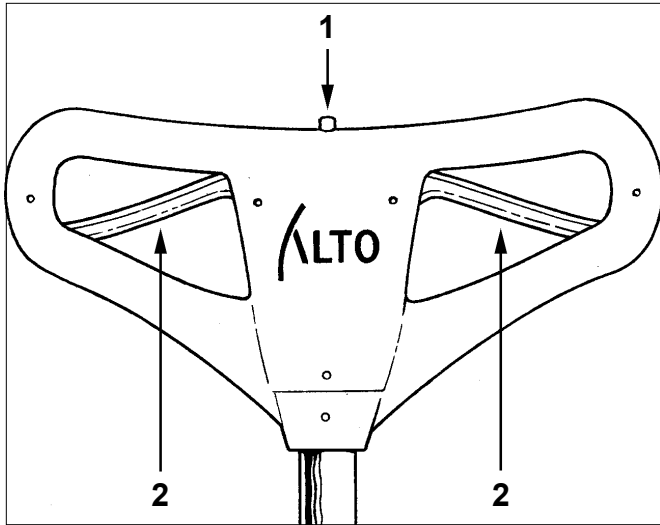

Figure 5
The switch to start and stop the machine is activated by the interlock switch (1) and the levers (2) under the handle grips. See figure 5.
3. Push the interlock switch (1), and apply pressure to the levers (2). See figure 5.
Los siguientes pasos se aplican a toda la MP-1800: El interruptor de arranque/parada se opera empujando el botón de cierre de seguridad (1) y usando las palancas (2) situadas debajo del mango de mando (Véase fig. 5).
3. Empuje el botón de cierre (1) y presione con las manos sobre las palancas (2). (Véase fig. 5).
L'interrupteur de marche/arrêt est activé par pression sur le bouton de verrouillage de sécurité (1) et par les leviers (2) situés sous la poignée de commande (Voir fig. 5).
3. Pousser sur le bouton de verrouillage (1) et appliquer une pression des mains sur les leviers (2). (Voir fig. 5).